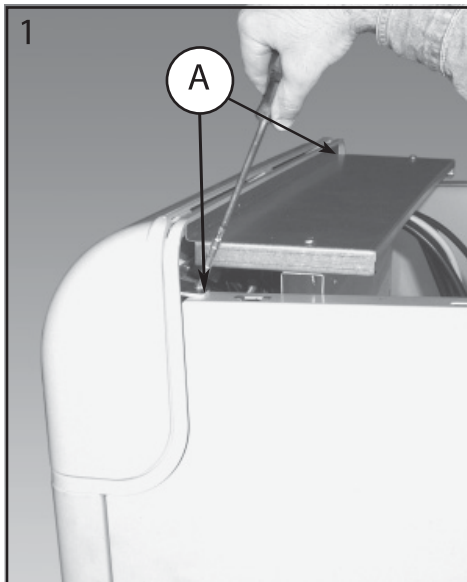

Рис. 11a
1 - Вывинтить 2 винта (A), рис. 11a